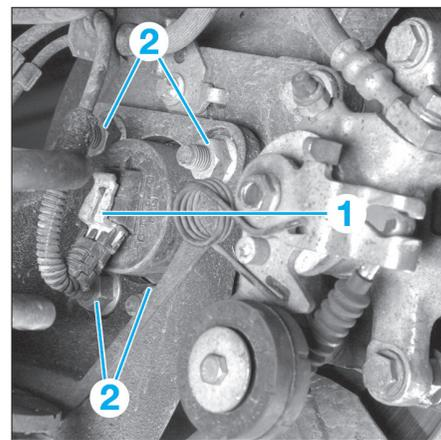

FIG. 15
- le connecteur du capteur d'ABS (1) (Fig.15),
- les vis de fixation du moyeu (2),